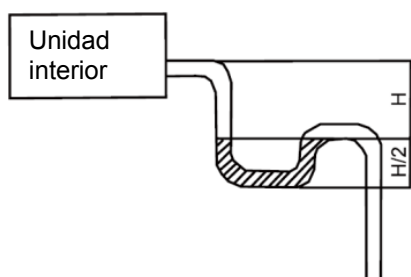

Fig. 21
- (4). Cuando la manguera de desagüe no puede mantener una inclinación suficiente, es necesario colocar un tubo ascendente (suministrado por el instalador).
- (5). Si el flujo de aire de las unidades interiores es alto, podría causar una presión negativa y dar lugar a una succión de retorno del aire exterior. Por lo tanto, la trampa de agua tipo U se debe diseñar en el lado de desagüe de cada unidad interior. (Fig. 21)
- (6). Instale una trampa de agua para cada unidad.
- (7). Cuando se instale la trampa de agua se debe tener en cuenta la facilidad de su limpieza para el futuro.